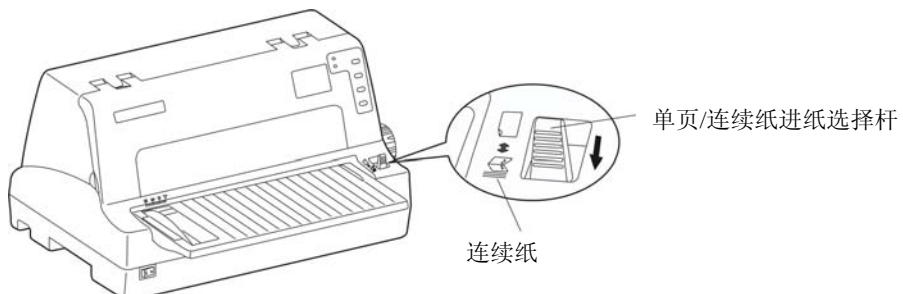

图 3-5 设定单页/连续纸进纸选择杆位置 (连续纸)
2. 设定单页/连续纸进纸选择杆到连续纸的位置（如图 3-5 所示）。